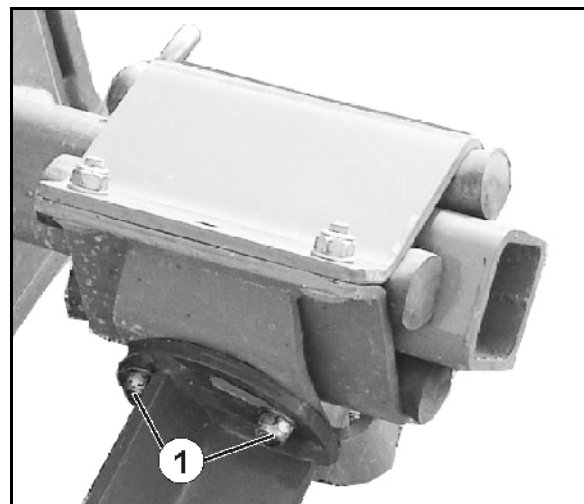

Fig. 51
2. 3 Verschraubungen (Fig. 51/1) lösen.